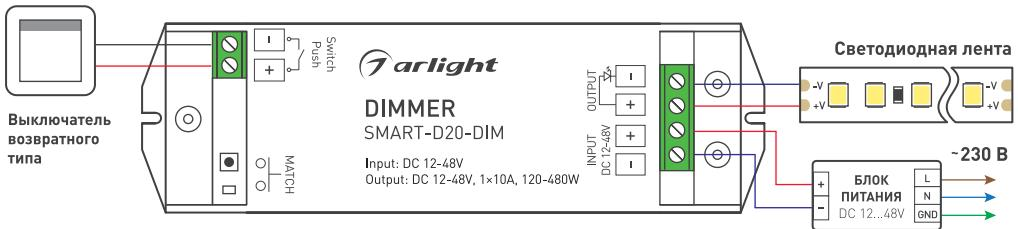

Рисунок 1. Схема подключения диммера SMART-D20-DIM
- 3.2. Подключите диммер согласно схеме [рисунок 1].